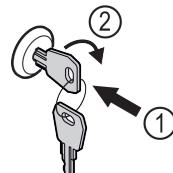

Fig. 150
- Ispauskite raktą Fig. 150 (1).
- Pasukite raktą 90° pagal laikrodžio rodyklę Fig. 150 (2).